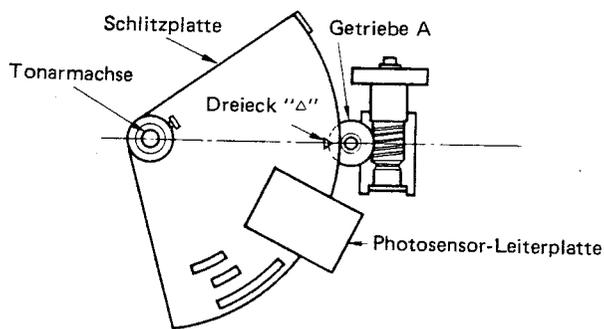

Abb. 11
3. Sichern Sie den Tonarm auf der Tonarmstütze, und bringen Sie das auf der Schlitzplatte markierte Dreieck mit der Mitte des Getriebes A in Übereinstimmung; befestigen Sie die Schlitzplatte in dieser Position. (Abb. 11).